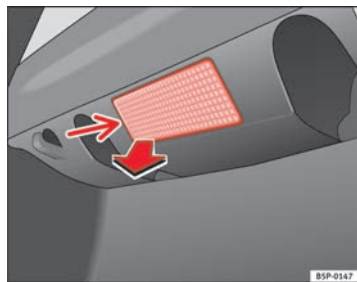

Abb. 197 Gepäckraum-
- Nehmen Sie das Lampenglas der Glühlampe durch Druck mit einem Schraubendreher auf dessen Unterkante -Pfeil- ab ⇒ Abb. 197.